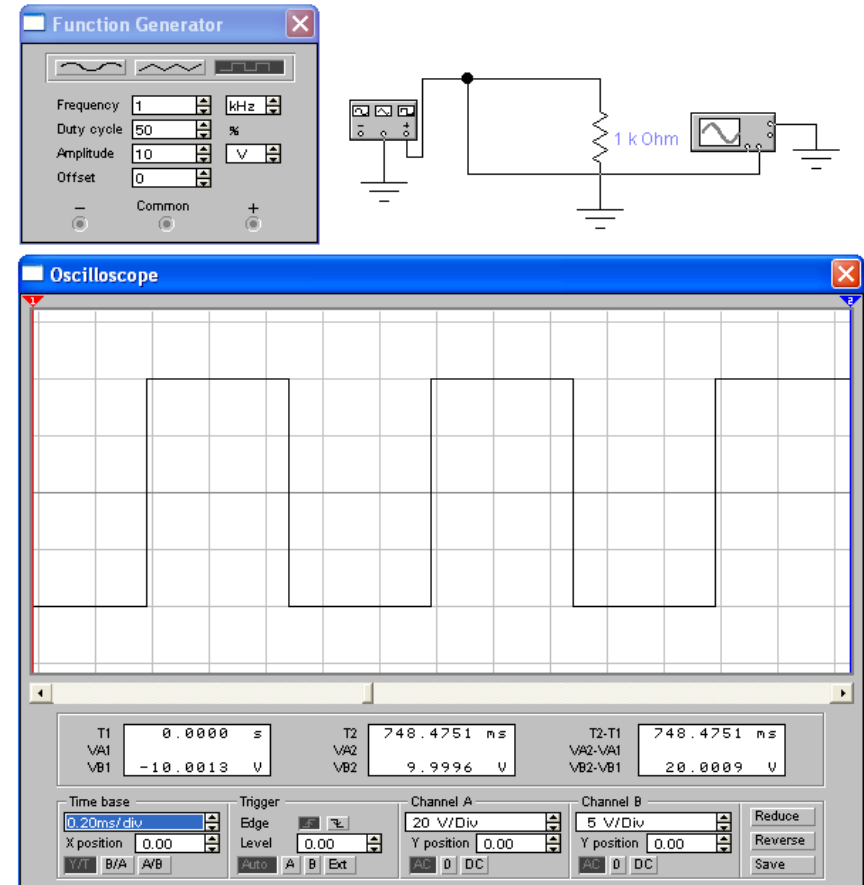

Рис. 2.7
2.5.6. В пакете WorkBench постройте модель, показанную на рис. 2.7.